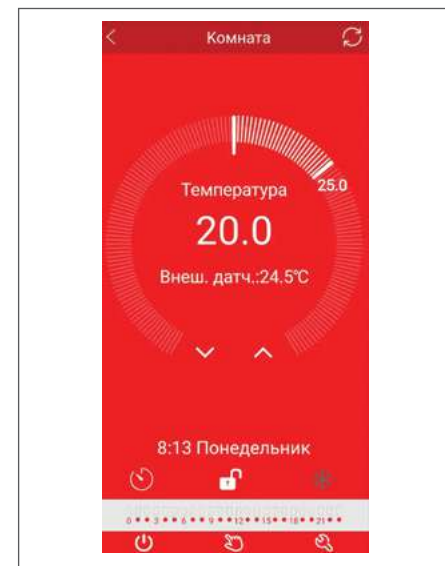

Рис. 29. Вид экрана мобильного приложения Valtec Heat Control
- ◆ подключение к WIFI-сети и работа с мобильным приложением Valtec Heat Control (рис. 29);